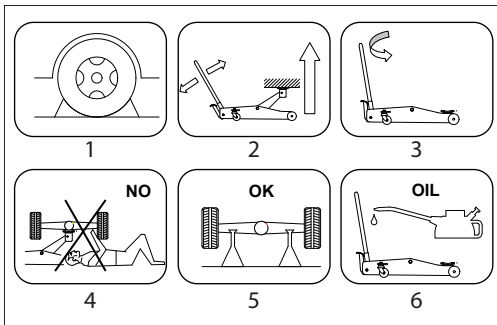

Fig. 05
- Verwenden Sie Keile, um eine Bewegung des Fahrzeuges zu verhindern(Fig.05(1)). Steigen Sie nicht ins Fahrzeug ein und starten Sie nicht den Motor.
- Verwenden Sie den Wagenheber nie, um das Fahrzeug zu bewegen oder um es anheben zu lassen. Bitte benutzen Sie stets Unterstellböcke (Fig.05(5)).
- Den Wagenheber immer so positionieren, dass dessen Bedienung von unterhalb des Fahrzeuges ausgeschlossen ist (Fig.05(4)).
- Pumpen Sie mit der Hebelstange oder dem Fußpedal den Heber auf die gewünschte Höhe (Fig.05(2)). Achten Sie darauf, dass das Hydraulikventil geschlossen ist.
- Zum Ablassen der Last drehen Sie die Hebelstange langsam gegen den Uhrzeigersinn und (Fig.05(3)).